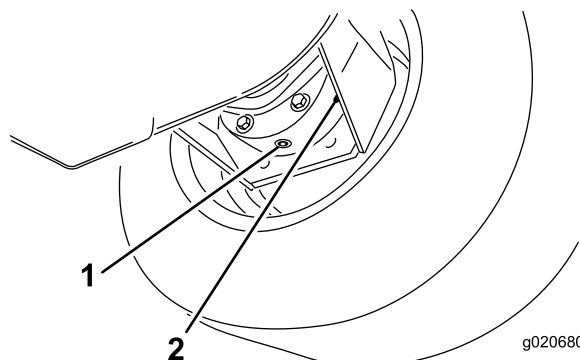

Figura 91
3. Mettete una bacinella sotto la scatola del freno, togliete il tappo di spurgo e lasciate defluire l'olio (Figura 91).